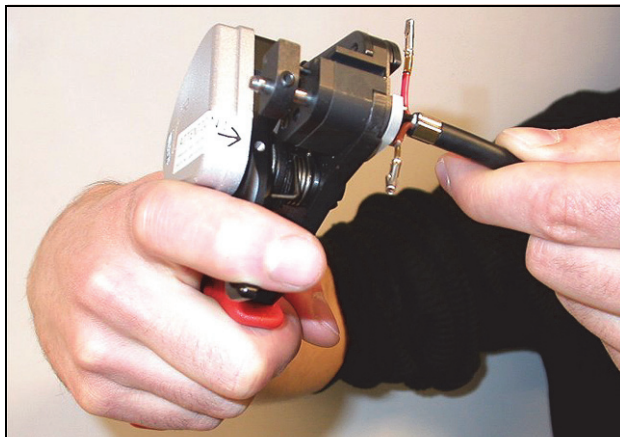

figura 30.18: Corte de uma fibra (3)
- 14 Feche a ferramenta para fixar o cabo e aperte o "gatilho" para cortar a fibra (veja a figura 30.18).